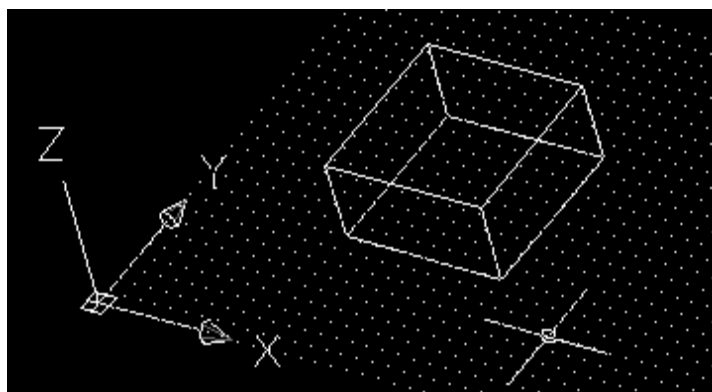

Рис. 7.1. Пример построения 3D-объекта *Box*
В результате получаем изображение, приведенное на рис. 7.1.
1. Создайте трехмерный объект, изображенный на рис. 7.1.